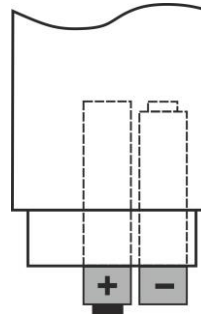

Fig. 11: Batteriewechsel
3. Stecken Sie dieselbe Anzahl an Batterien desselben Typs ein (siehe § 7.2). Achten Sie dabei auf die angegebene Polarität (siehe Fig. 11)